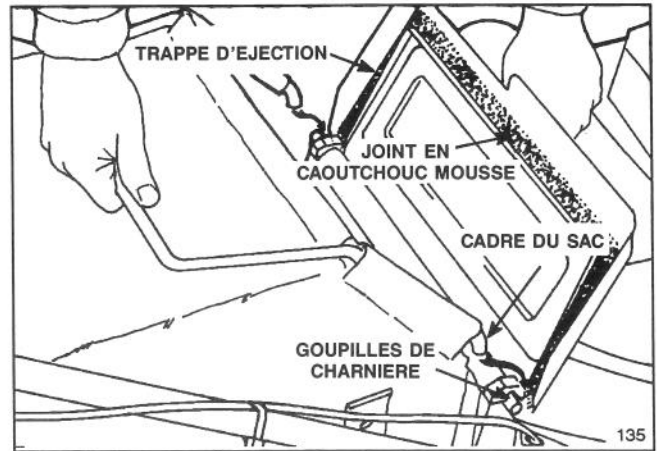

Figure 14
2. **INSTALLATION DU SAC**—Soulevez la trappe d'éjection et accrochez le cadre du sac aux goupilles de charnière (figure 14). Laissez le sac reposer sur le carter de la tondeuse par-dessus l'orifice d'éjection. Abaissez la trappe et vérifiez qu'elle se ferme bien sur le pourtour du haut de l'ouverture du sac.